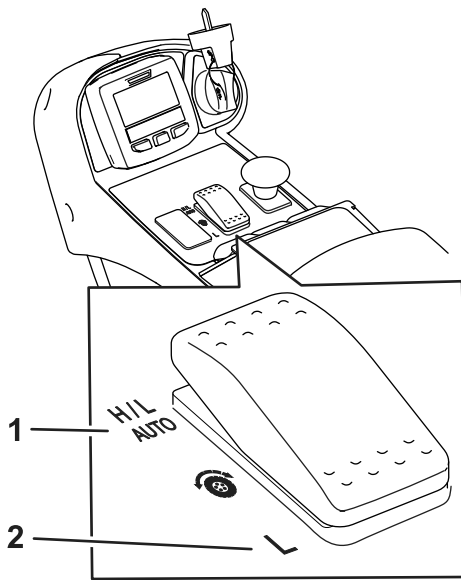
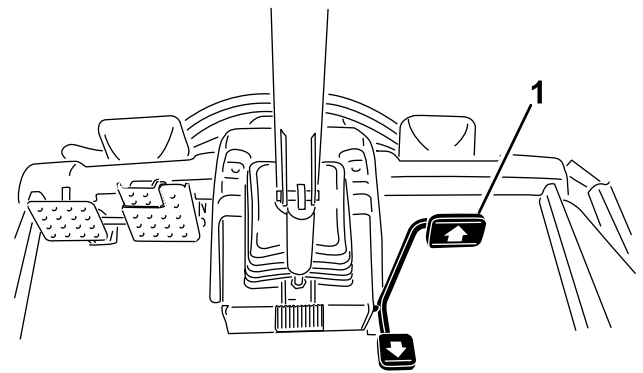

Figura 25
Figura 26
AUTO del interruptor de gamas de velocidad (Figura 25). Esta posición permite que la máquina cambie automáticamente entre las gamas de velocidad alta y baja, dependiendo de si se utiliza la máquina para segar o para el transporte.
- Cuando se selecciona la posición BAJA del interruptor de gamas de velocidad (Figura 25), la máquina funciona siempre en la gama de velocidad baja. Este ajuste es preferible para desplazamientos dentro de un taller, para cargar o descargar la máquina de un remolque, para subir cuevas empinadas o en cualquier otra situación en la que no se desee utilizar las altas velocidades de tracción de la gama de velocidad alta.
Esta máquina está equipada con 2 gamas de velocidad de tracción; baja y alta. El interruptor de gamas de velocidad le permite seleccionar las posiciones siguientes (Figura 25):
Esta función permite ajustar la velocidad máxima de la máquina al pisar el pedal a fondo hacia adelante (Figura 26). Puede establecer una velocidad distinta para la gama baja y la gama alta (Figura 25).